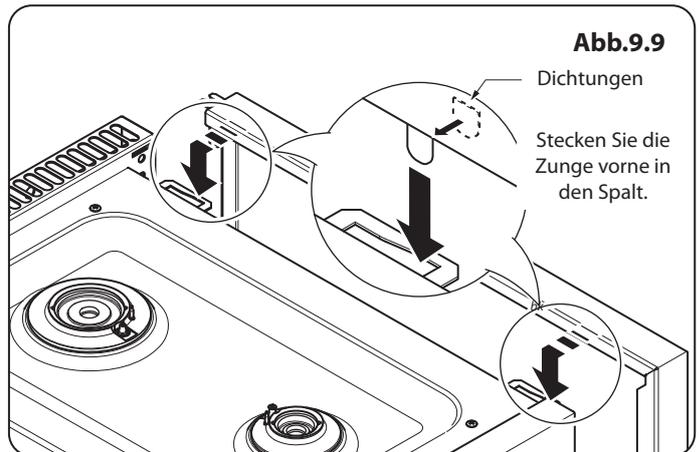

Abb.9.9
2. Im inneren der Seitenwand, sind oben zwei Zungen. Führen Sie diese Zungen in die Aussparungen am oberen Rand des Herdes ein (**Abb.9.9**).